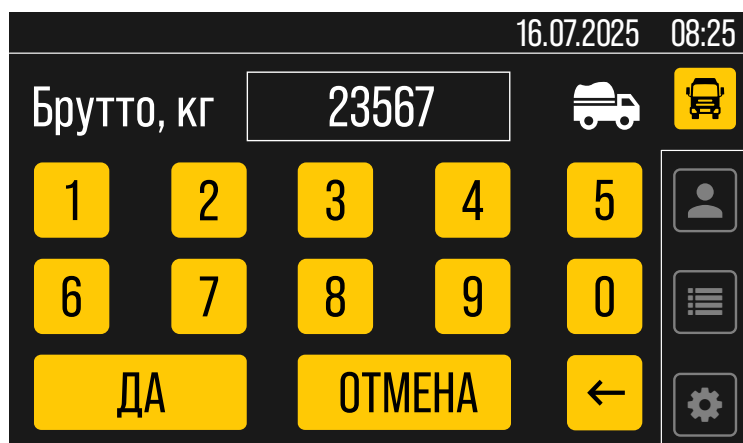

Рис.23. Экран ввода веса
6. Введите с помощью экранной клавиатуры **вес** в килограммах, нажмите «**Да**» (**Рис.23**) и подтвердите действие в появившемся окне.